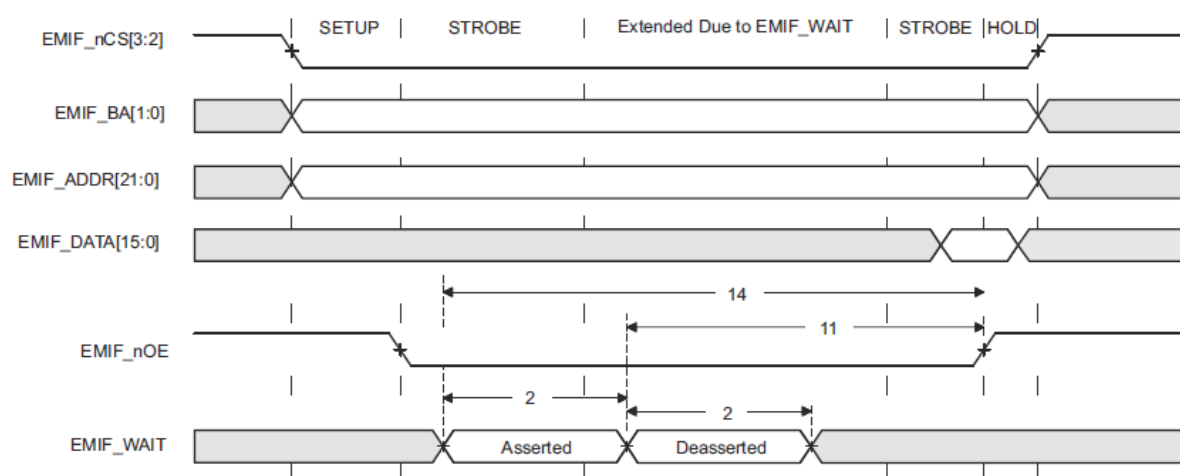
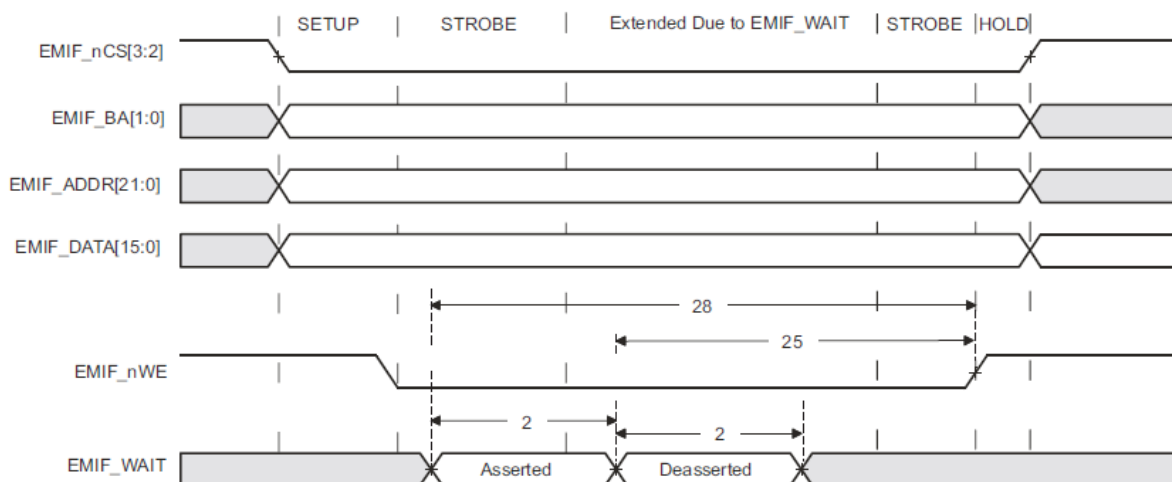

図 4-12 EMIFnWAIT リードのタイミング要件
図 4-14 EMIFnWAIT ライトのタイミング要件
(1) 拡張ウェイト・ステートを追加するために、EMIFnWAIT がアサートしなければならない、ストローブ・フェーズ終了前のセットアップ時間(拡張ウェイト・ステートが挿入されていない場合)。図 4-12 および図 4-14 は、ストローブ・フェーズの間に拡張ウェイト・ステートが挿入された EMIF トランザクションを示しています。ただし、この拡張ウェイト期間の一部として挿入されたサイクルはカウントされません。拡張ウェイト・サイクルがない場合、ホールド・フェーズ開始まで 4E が必要となります。